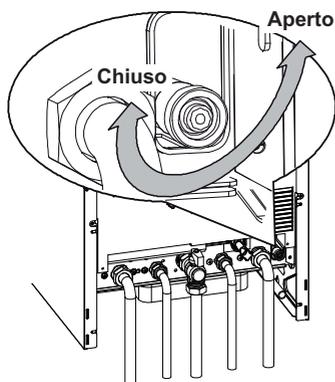

Fig. 9.3
- Allentare il rubinetto di svuotamento caldaia indicato in Fig. 9.3 .